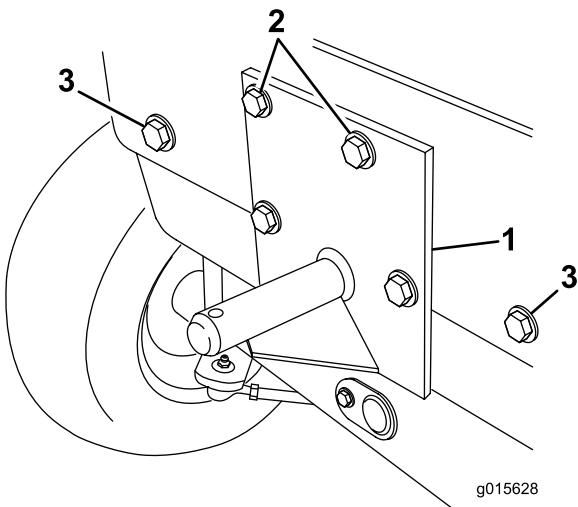

Figura 14
6. Collocate la staffa della tramoggia posteriore sul telaio posteriore, come illustrato nella Figura 14, allineando i 2 fori di montaggio inferiori ai fori nel telaio. Utilizzando la staffa come riferimento, individuate, contrassegnate e praticate i 2 fori rimanenti (9/16 poll.) sul telaio posteriore.
7. Sui modelli 30343 e 30344 con numeri di serie 260000001 e superiori, montate 2 bulloni (1/2 x 1-1/4 poll.) (nel kit) e 2 serie di rondelle di bloccaggio (1/2 poll.) precedentemente rimosse e rondelle piene (1/2 poll.) nei fori esterni del telaio, per fissare la zavorra interna (Figura 14).
8. Sui trattorini con numeri di serie da 250000001 a 259999999, montate la parte superiore della staffa della tracolla posteriore sul telaio, utilizzando 2 bulloni (1/2 x 1-1/4 poll.), una cinghia di tenuta e 2 dadi di bloccaggio (1/2 poll.) (Figura 14).
9. Sui trattorini con numeri di serie 260000001 e superiori, montate la parte superiore della staffa della tracolla posteriore sul telaio, utilizzando 2 bulloni (1/2 x 3 poll.), una cinghia di tenuta, 2 rondelle piane (1/2 poll.) e 2 dadi di bloccaggio (1/2 poll.) come mostrato in (Figura 14).